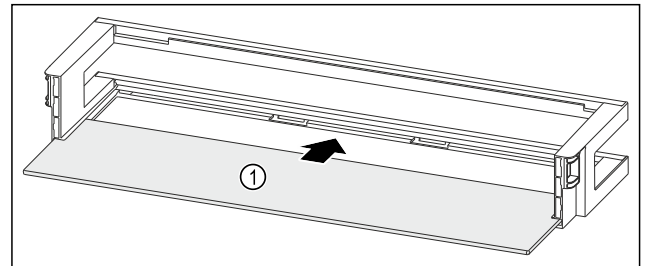

Fig. 224 Türabsteller mit Abstellfläche
- ▶ Abstellfläche Fig. 224 (1) in die seitlichen Aussparungen einschieben.